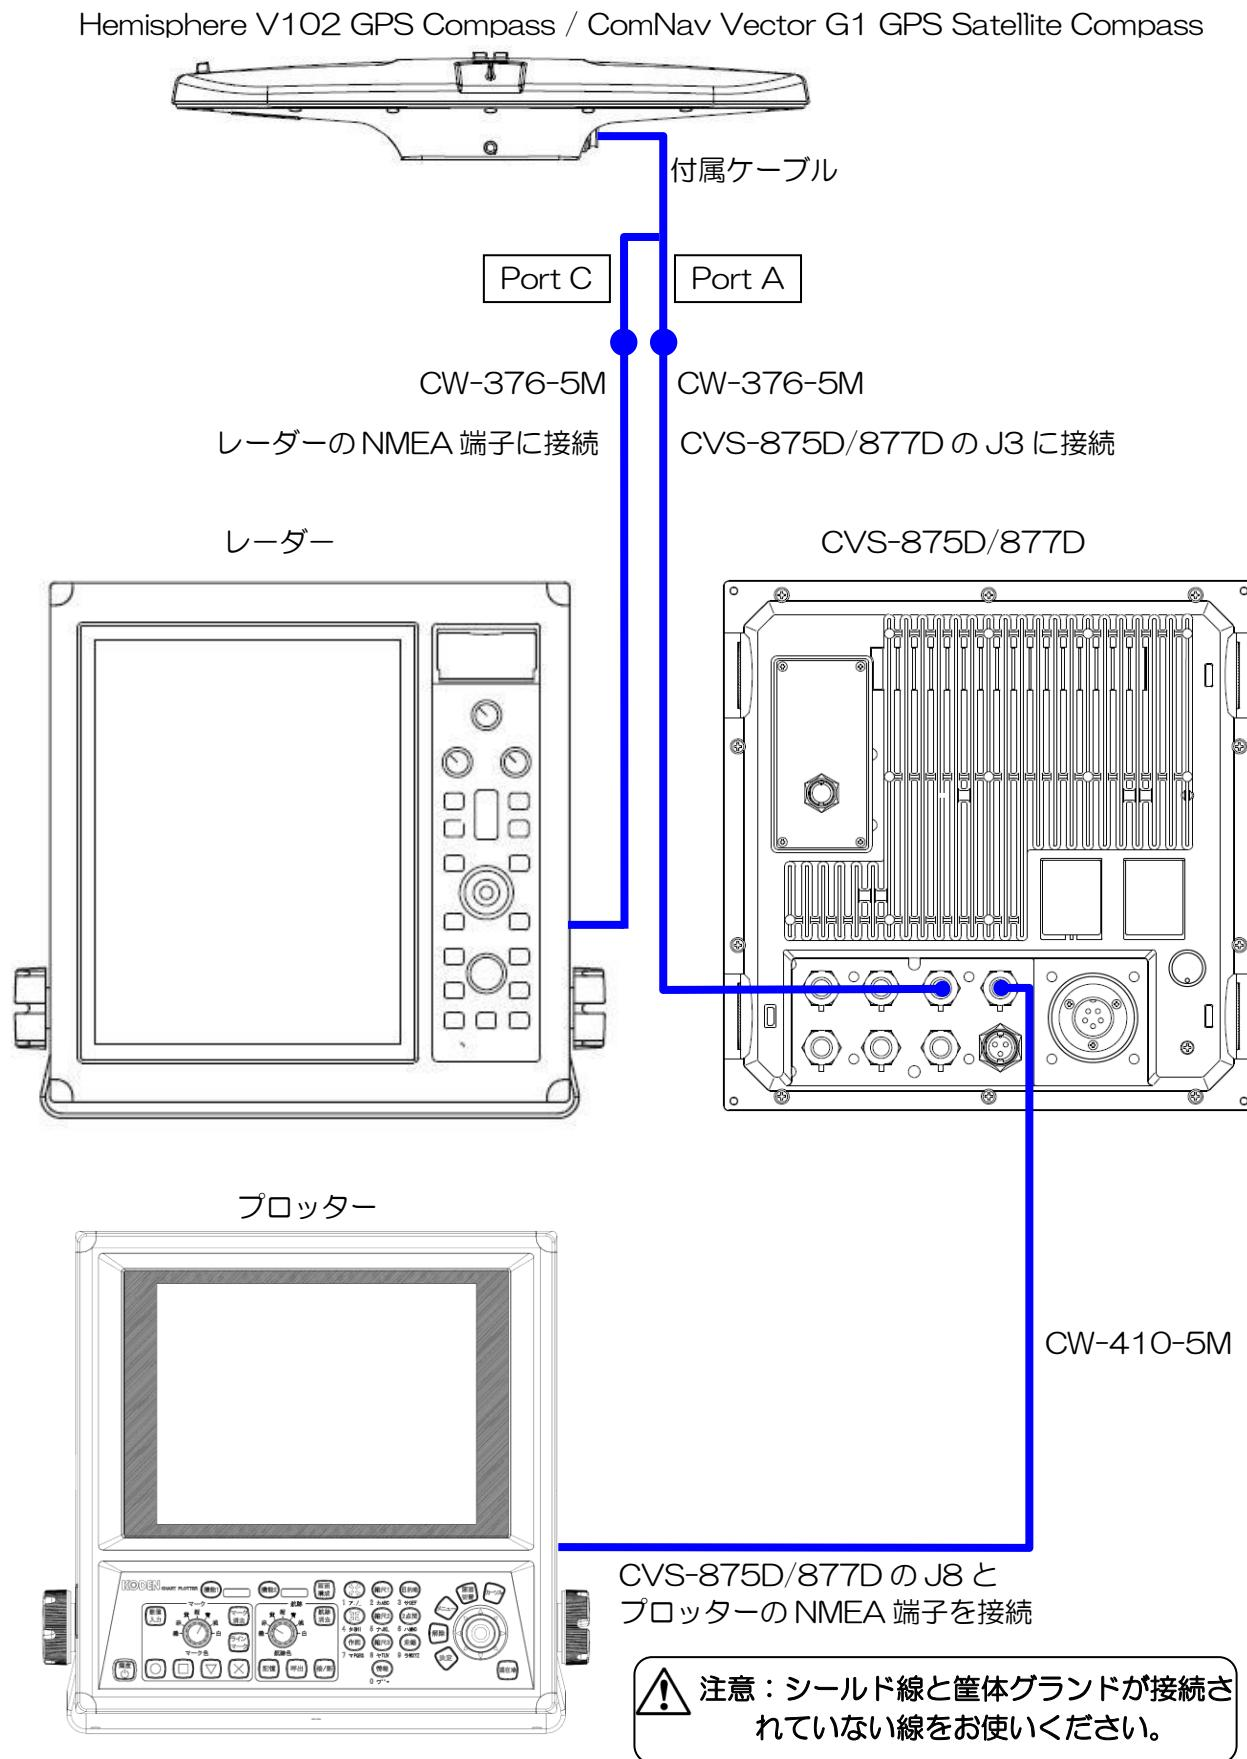
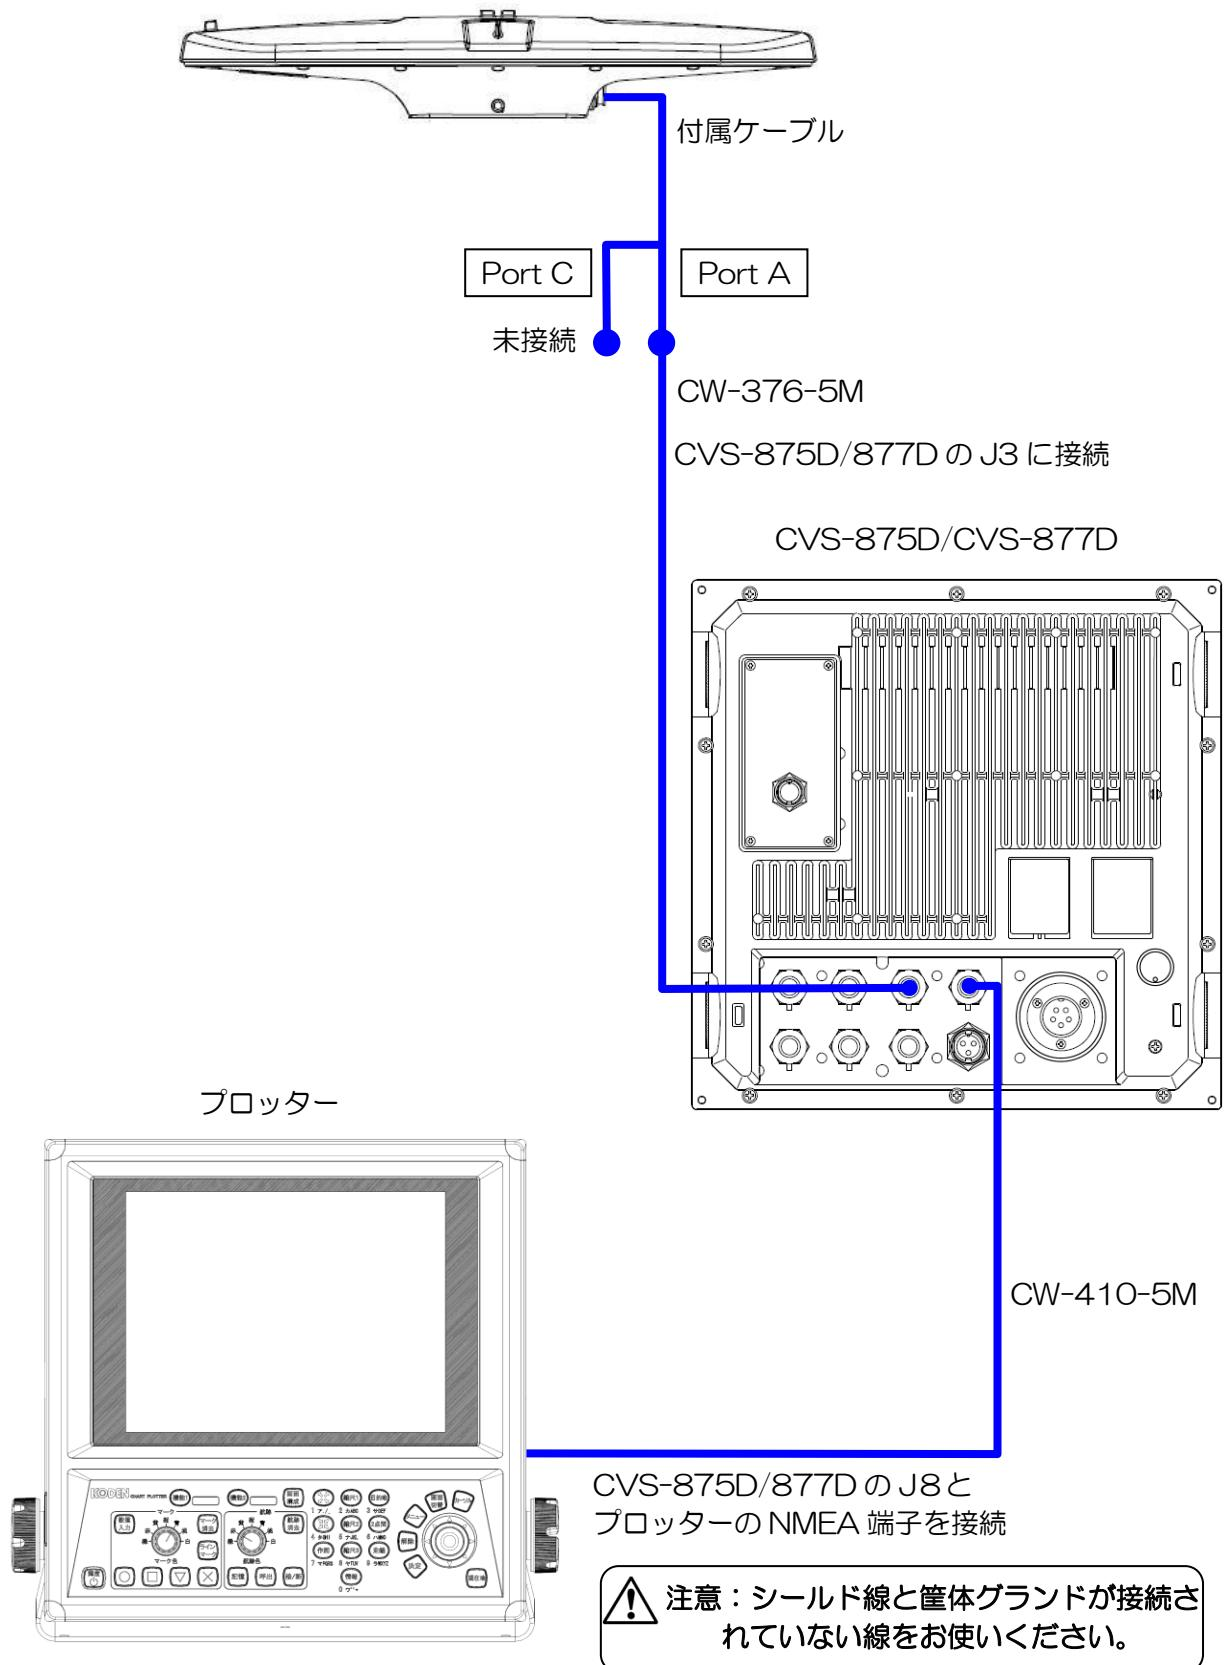

図1.60 総合接続図1
図 1.62 総合接続図3
- 3) レーダーにも接続し GPS コンパスとして接続する場合は、Port C と半田付けが終了した CW-376-5M をレーダーの NMEA 端子へ接続してください。(図 1.60 接続図1 参照)
それ以外の場合は Port C との接続の必要はありません。(図 1.62 総合接続図3 参照)
- 4) 図 1.60 総合接続図1～図 1.62 総合接続図3を参照して、CVS-875D/877D の J8 端子と NMEA で通信する他の機器を接続してください。